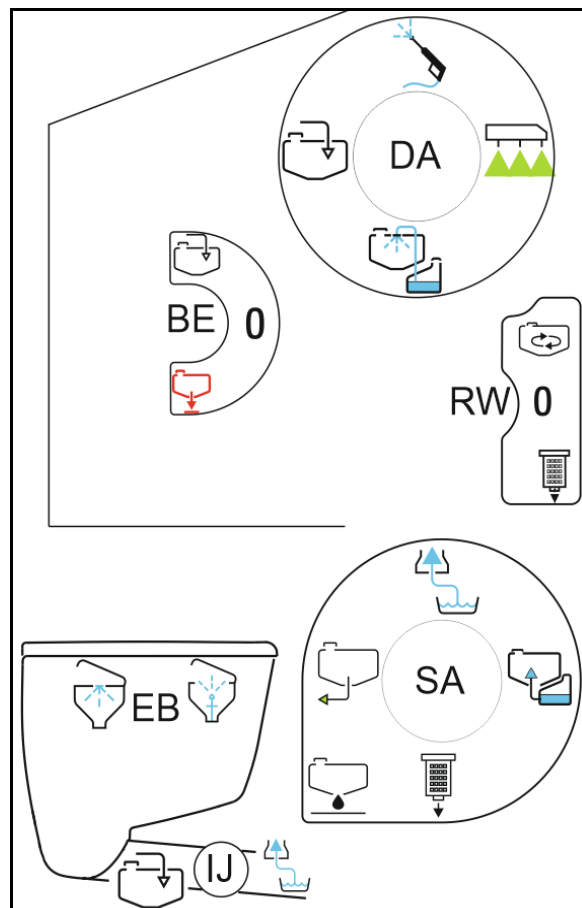

図 115
5. 吸引フィルタのカバーを外します (図 115/2)。
6. 吸引フィルタの解放バルブを操作します (図 115/1)。
7. 吸引フィルター付きカバー (図 115/3) を取り外し、水で清掃します。